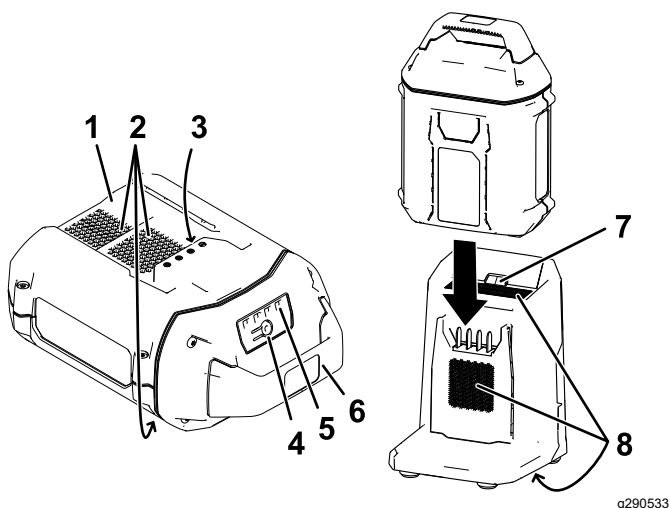

Figure 18
- Alignez le creux de la batterie (Figure 18) sur la languette du chargeur.
- Glissez la batterie dans le chargeur jusqu'à ce qu'elle soit complètement enclenchée (Figure 18).